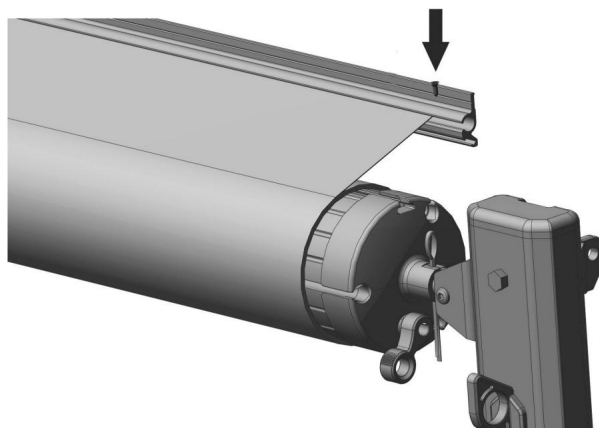

Figure C18
3.8 Ouvrez et fermez le store 2 à 3 fois pour permettre au tissu et au mécanisme du store de s'ajuster naturellement en place. (Voir la méthode d'utilisation). Vérifiez que toutes les vis sont fixées et que le store peut être utilisé normalement, puis fixez la vis B des deux côtés pour empêcher le tissu de bouger. (Figure C18)